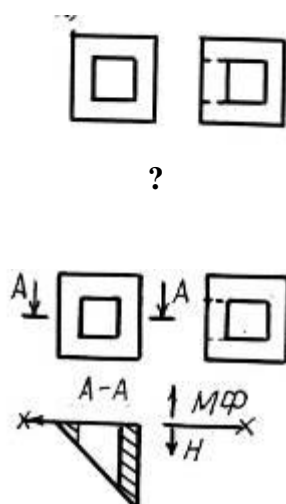

Рис. 2.1 Построение третьей проекции детали
1. найти третью проекцию детали, выбрать положение отливки в форме при заливке и установить разъем модели и формы, изобразив его в соответствии с требованиями ГОСТа 3.1125-88. «Правила графического выполнения чертежей элементов литейных форм и отливок» (рис.2.1);